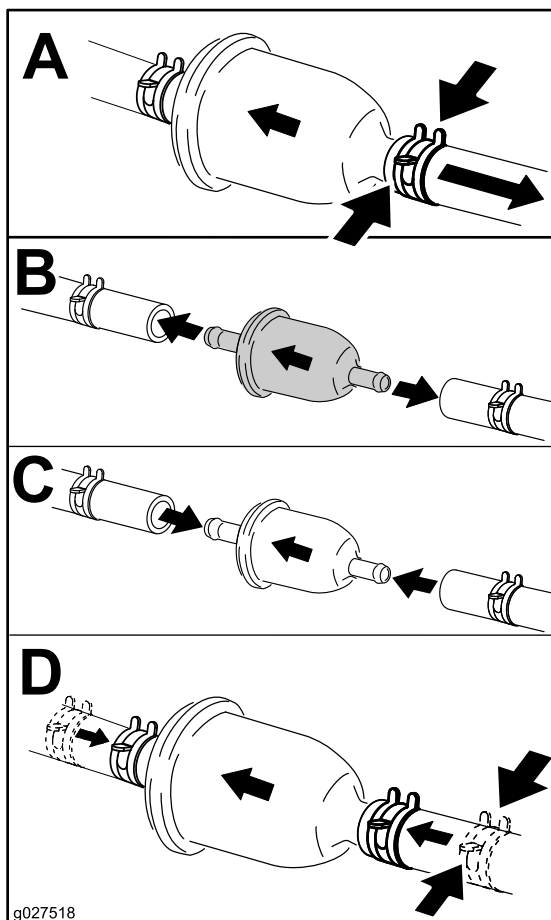

Figura 52
4. Riposizionate il filtro del carburante come mostrato nella Figura 52.